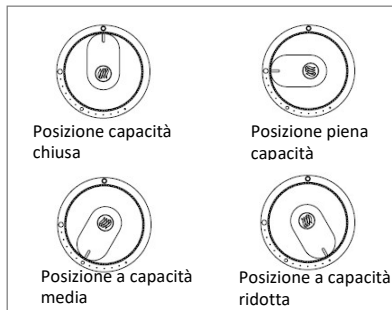

Figura 2 - Regolazione della leva di comando
6. Regolare poi a piacimento l'altezza della piastra girando la o le leve di comando da calore massimo (cerchio grande) a calore minimo (cerchio piccolo) (Vedere figura 2)